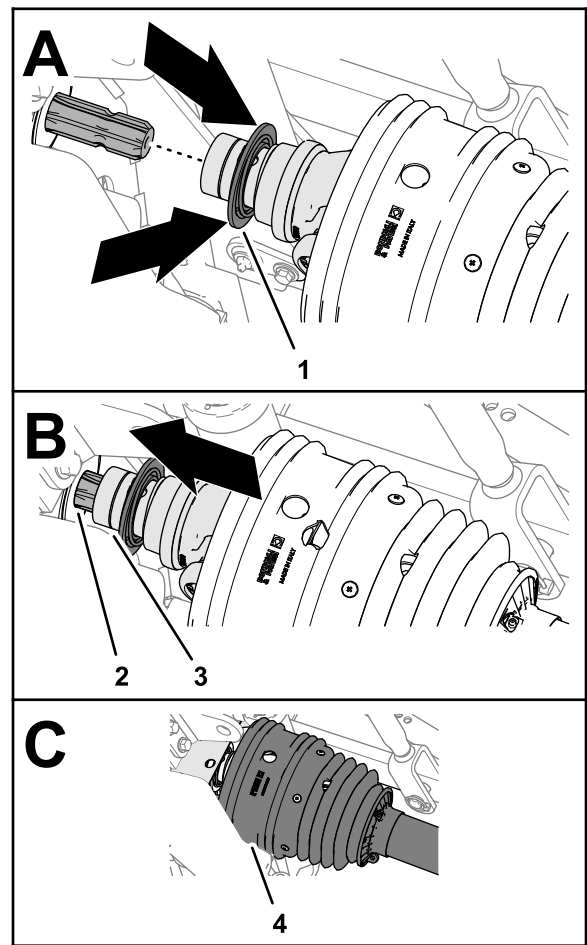

Figura 31
2. Tire hacia atrás del anillo de bloqueo del acoplamiento rápido (Figura 31).
3. Tire hacia atrás del anillo de bloqueo, tire hacia adelante de la horquilla del árbol de la TDF, y coloque el alojamiento del acoplamiento sobre las estrías del árbol de salida de la TDF (Figura 31).
5. Asegúrese de que el escudo queda situado sobre la horquilla del árbol de transmisión (Figura 31).